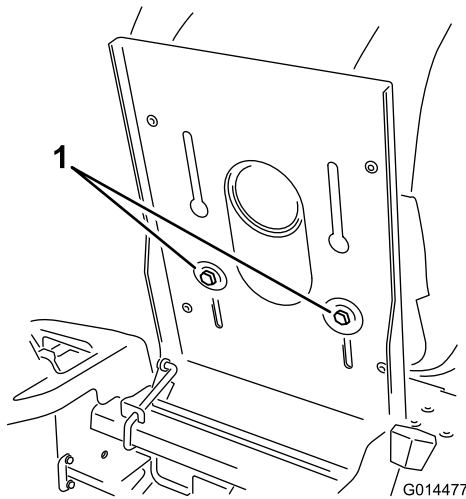

Figura 22
1. Alzate il sedile e allentate i bulloni di regolazione appena a sufficienza per poter muovere il sedile (Figura 22).